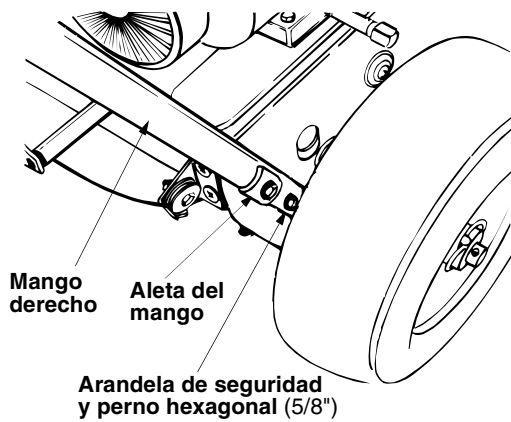

Figura 2
- Asegure el orificio del fondo del mango al expulsor de nieve usando pernos hexagonales de 5/16x3/4" de largo y la arandela de seguridad del conjunto de ferretería (Grupo A en la página 6). No ajuste en este momento. Vea la Figura 2.
- Coloque una de las dos aletas del mango, incluidas en el conjunto de ferretería (Grupo A en la página 6), sobre el orificio superior del mango, de manera que el contorno de la aleta del mango coincida con el del mango. Vea la Figura 2.